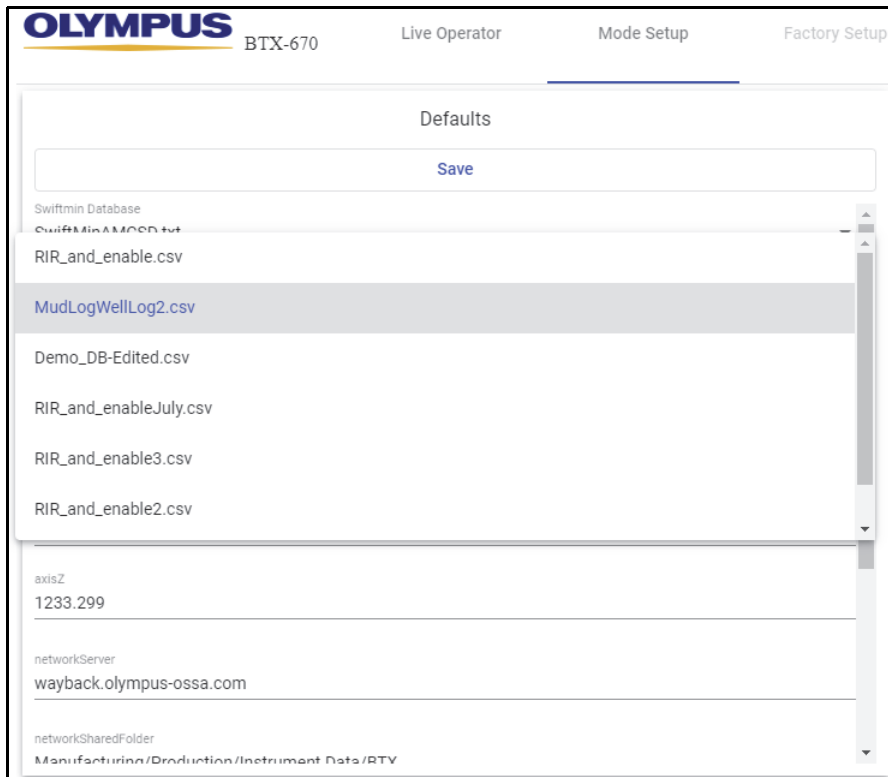

图 5-11 更改默认数据库
1. 点击默认数据库，然后选择一个不同的数据库（参见第77页的图 5-11）。